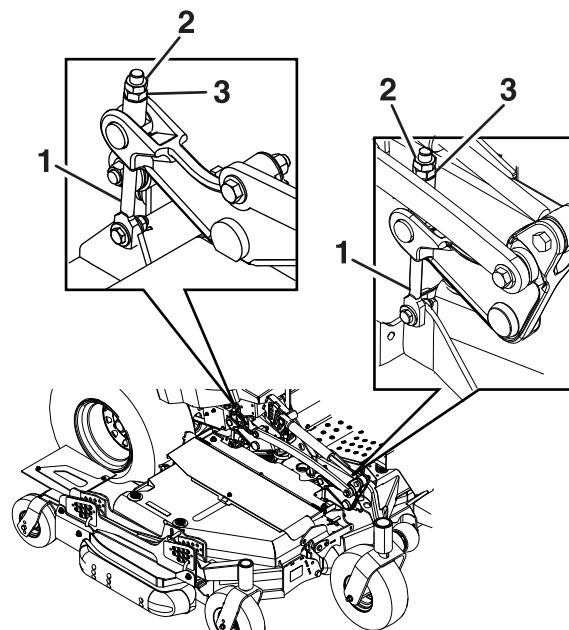

Figure 82
Desserrez les écrous de blocage au sommet de chaque dispositif de réglage du tablier. Ajustez précisément le dispositif de réglage du tablier avant en le tournant pour obtenir la hauteur correcte pour les pointes des lames avant gauche et droite du tablier central (Figure 82).
5. Si les 4 dispositifs de réglage du tablier (Figure 82) ne disposent pas d'un réglage suffisant pour produire la hauteur de coupe précise avec l'inclinaison souhaitée, vous pouvez utiliser le système monopoint pour obtenir un réglage supplémentaire.
6. Pour régler le système monopoint, commencez par desserrer les boulons de fixation des plaques de hauteur de coupe avant et arrière (Figure 82)